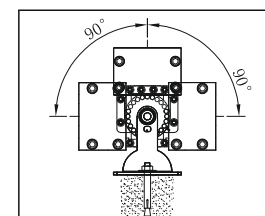

Рис. 4
- Обеспечить нацеливание прибора (рис. 4.), шаг нацеливания 15°. Диапазон нацеливания 0-180°